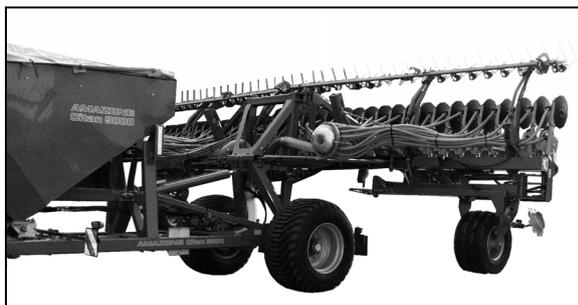

Fig. 171
2. Maschinenausleger ausklappen (Fig. 171).